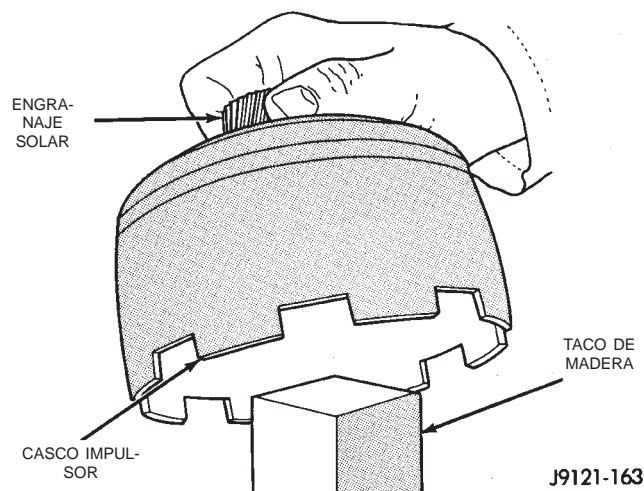

Fig. 158 Apoyo del engranaje solar en un taco de madera
(10) Coloque un taco de madera sobre un banco y apoye el engranaje solar en el taco (Fig. 158). Esto facilita la alineación y la instalación del aro retén del engranaje solar. Mantenga el taco de madera a mano